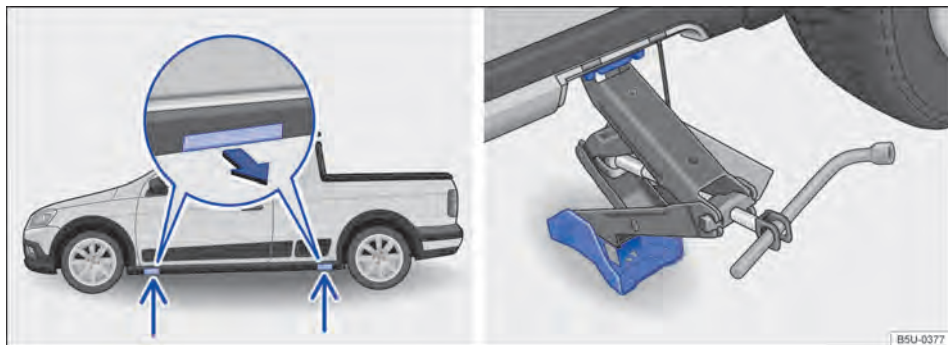

Fig. 199 Pontos de apoio do macaco e macaco posicionado no lado esquerdo traseiro do veículo - veículos com soleiras externas.
O macaco somente pode ser posicionado nos pontos de apoio indicados (cobertura removível) → Fig. 199. É válido o ponto de apoio localizado próximo à roda correspondente → ⚠.
7. Desencaixar a cobertura de acesso ao ponto de apoio do macaco, no sentido da seta → Fig. 199.
9. Garantir que a base do macaco, com toda sua superfície, esteja sobre o chão e que a base se encontre perpendicularmente abaixo do ponto de colocação → Fig. 199.
10. Alinhar o macaco e, simultaneamente, levantar a garra do macaco até ela se encaixar na travessa debaixo do veículo → Fig. 199.
- Posicionar o macaco somente nos pontos indicados. A garra do macaco deve se encaixar no perfil da longarina de forma segura → Fig. 199.